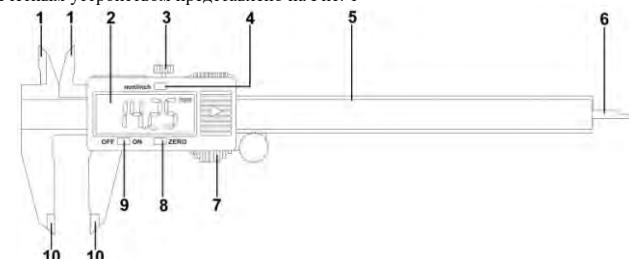

Рис. 1
- Устройство штангенциркуля с цифровым отсчетным устройством представлено на Рис. 1